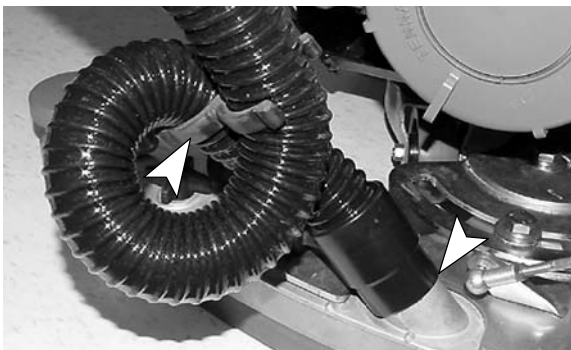

FIG. 6
4. Branchez le tuyau d'aspiration sur le bloc de racloir. Faites une boucle comme illustré, en utilisant le collier de tuyau fourni (Figure 6).